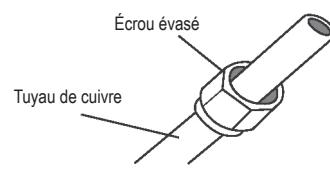

Fig. 6.3
- Placez les écrous évasés sur les deux extrémités du tuyau. Veillez à bien les positionner, car vous ne pourrez ni les placer ni ajuster leur orientation une fois les extrémités évasées. Voir Fig. 6.3